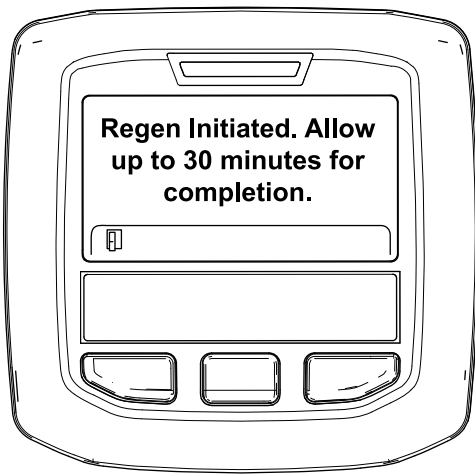

Figura 37
- Se a regeneração for permitida, surge a mensagem "Regen Initiated. Allow up to 30 minutes for completion" (Regen. iniciada. Aguarde 30 minutos até ser concluída) no InfoCenter; aguarde até que a máquina conclua o processo de regeneração em estacionamento (Figura 37).